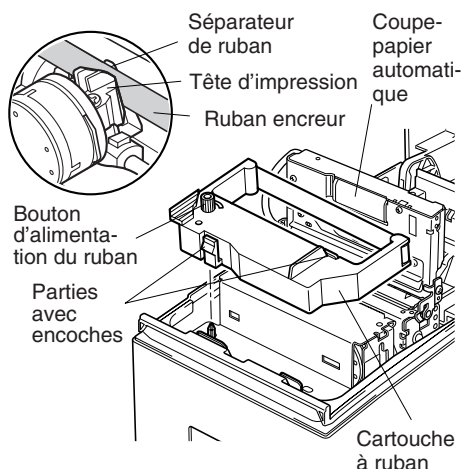

Fig. 5-10 Mise en place de la cartouche à ruban
- ④ Mettez la cartouche à ruban en place dans le sens indiqué dans la figure 5-10 et appuyez légèrement sur la cartouche afin qu'elle se mette en place. Si la mise en place de la cartouche n'est pas satisfaisante, appuyez sur la cartouche tout en faisant tourner le bouton d'alimentation du ruban de la cartouche dans le sens de la flèche.
- ⑤ Pour tendre le ruban, faites tourner le bouton d'alimentation du ruban de la cartouche dans le sens de la flèche.
- ⑥ Refermez le coupe-papier automatique.
- ⑦ Refermez le capot.